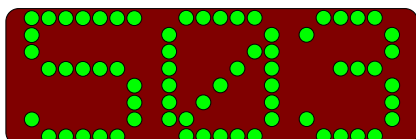

Fig.9
- A área de exibição do modo de funcionamento exibirá as informações da versão "503" como mostrado na Fig.9. Após a informação permanecer por cerca de 1 segundo, a campainha soará uma vez e o sistema irá inserir automaticamente a interface padrão.